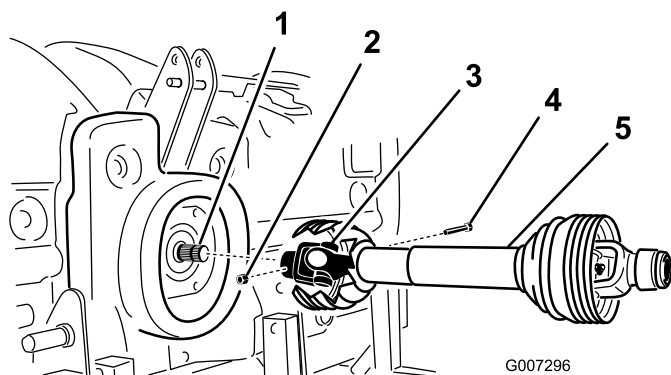

图 11
2. 用螺栓 1/2 x 3 英寸和螺母 1/2 英寸将 PTO 驱动轴安装到机器的齿轮箱输入轴图 11 上。